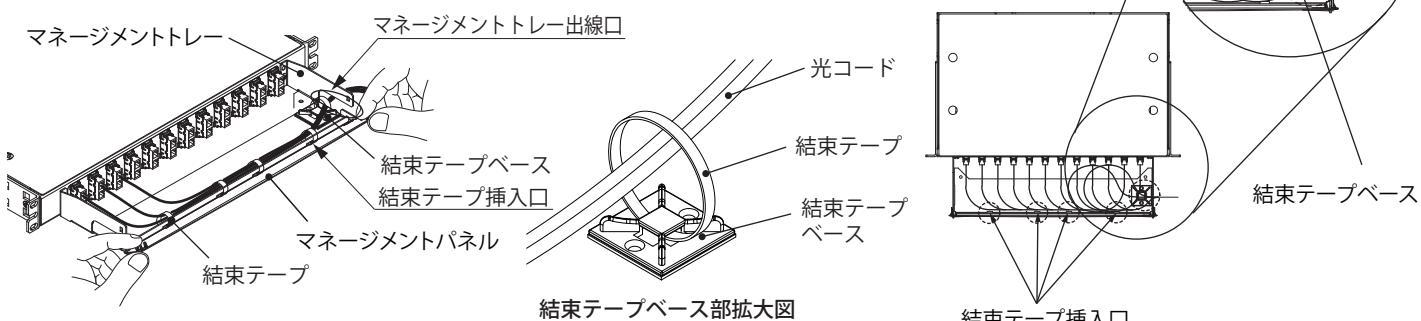

図1 結束テープベース部拡大図
マネージメントトレー前面部の結束テープ挿入口に結束テープを挿入し、各配線を固定してください。(図1)
- マネージメントパネルの開閉を行う場合、必ずマネージメントパネルの両端を保持して、開閉してください。割れや破損の原因になります。(図1)